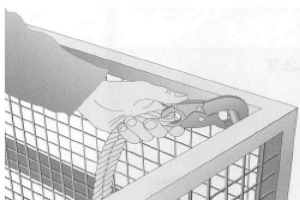

Fig. 5.2.9 Enganche para arnés de seguridad (no incluido)
- La plataforma está provista de enganche para arnés de seguridad para dos personas (ver fig. 5.2.9)
- La ilustración (fig. 5.2.9) representa el enganche para el mosquetón del arnés de seguridad.